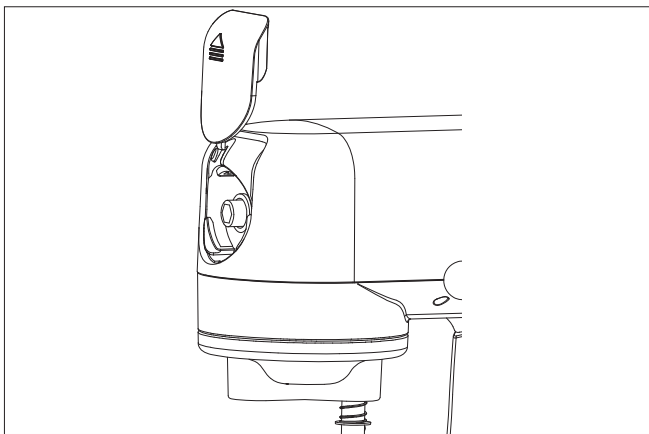

Fig. 13 – Rimozione della copertura
3. Sollevare verso l'alto il coperchio per attacco del tritacarne e posizionarlo di lato in un punto sicuro (vedere Fig. 13).